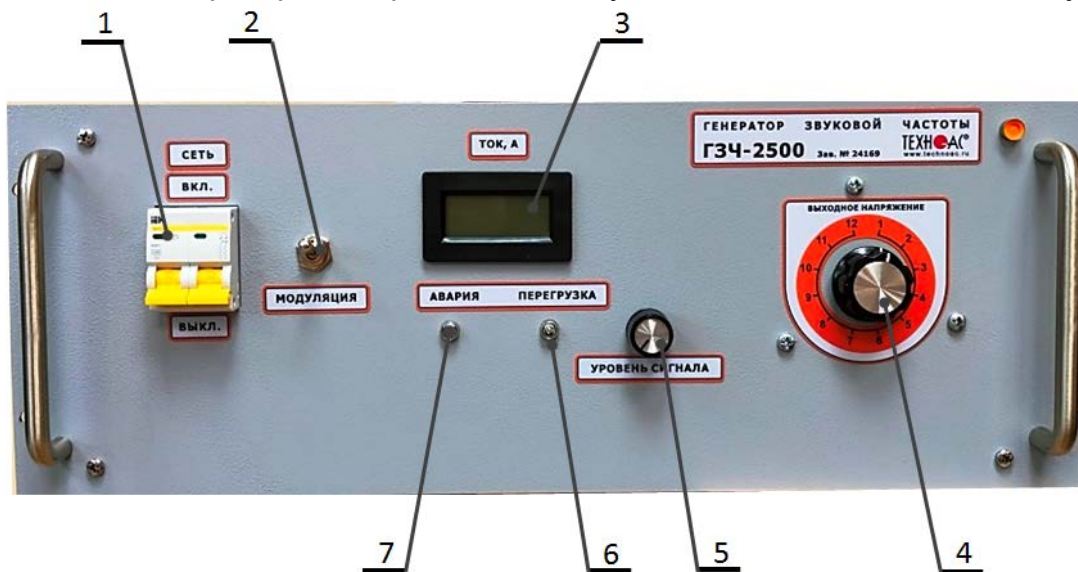

Рисунок 1. Лицевая панель генератора.
- вводные автоматические выключатели «СЕТЬ» (рисунок 1, поз. 1) выключены;
- рукоятка ступенчатого переключателя «ВЫХОДНОЕ НАПРЯЖЕНИЕ» (рисунок 1, поз. 5) — в положении «1»;
- ручка «УРОВЕНЬ СИГНАЛА» (рисунок 1, поз. 4) — в крайнем левом положении.
10.2 Включить автоматические выключатели «СЕТЬ» (рисунок 1, поз 1).
10.3 Согласовать генератор рукоятками регулятор «ВЫХОДНОЕ НАПРЯЖЕНИЕ» и «УРОВЕНЬ СИГНАЛА» с сопротивлением нагрузки, ориентируясь на максимально возможный ток до свечения индикатора «ПЕРЕГРУЗКА» (рисунок 1, поз 3).